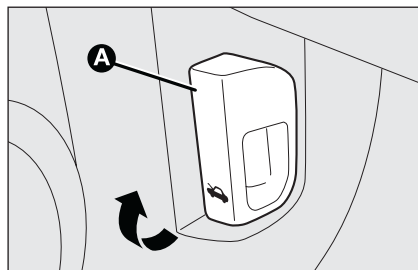

fig. 85
- tirer le levier **A-fig. 85** dans le sens indiqué par la flèche;